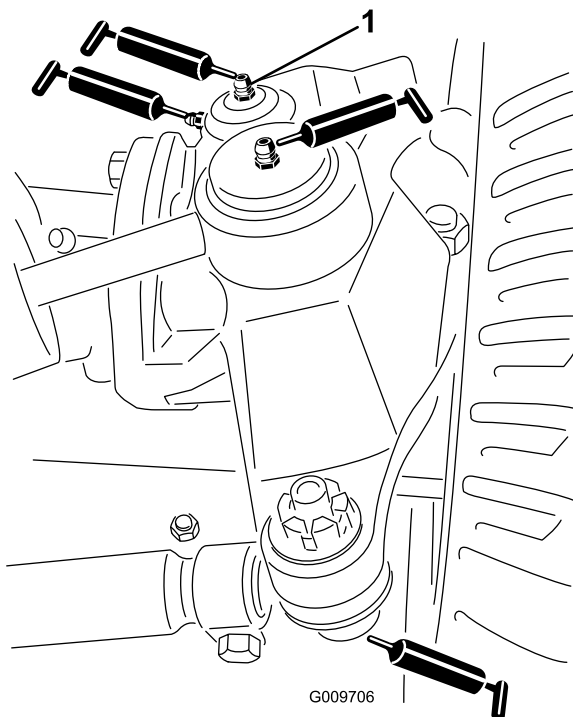

Figura 28
- Rótulas del cilindro de dirección (2) (Figura 28)
- Rótulas de las bielas (2) (Figura 28)
- Casquillos del pivote de dirección (2) (Figura 28). **El engrasador superior del pivote de dirección debe lubricarse solamente cada año (2 aplicaciones).**